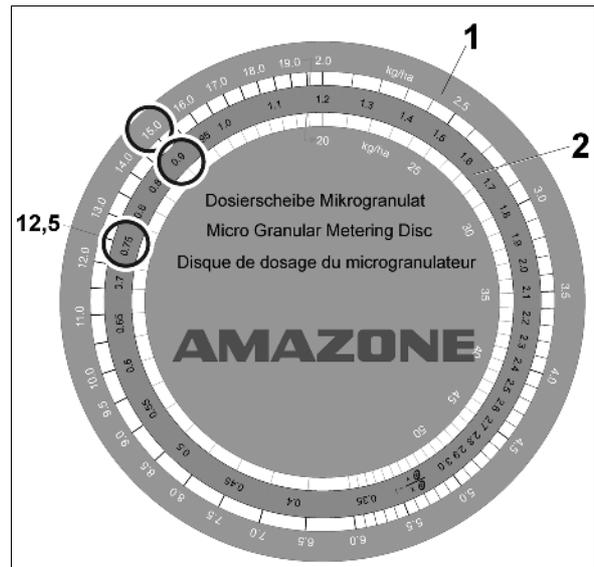

Fig. 27
11. Ausbringungsmengenwert [kg/ha] auf der Dosierrscheibe (Fig. 27) suchen und mit dem eingestellten Übersetzungsverhältnis auf der Drehscheibe (Fig. 27/2) übereinander stellen.